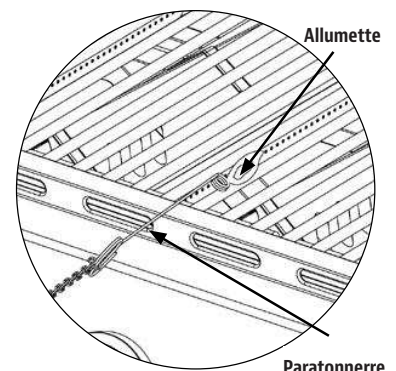

FIG. 3
4. Si l'allumeur n'allume pas le brûleur, utilisez une allumette fixée sur la tige d'allumage (incluse avec le gril) pour allumer les brûleurs. Accédez aux brûleurs au travers de la grille de cuisson et des plaques chauffantes. Positionnez l'allumette sur le côté du brûleur. Fig. 3.